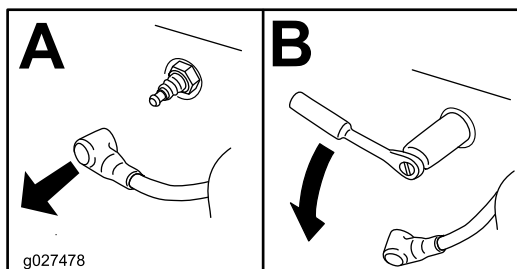

Figure 36
3. Déposez la bougie (Figure 36).